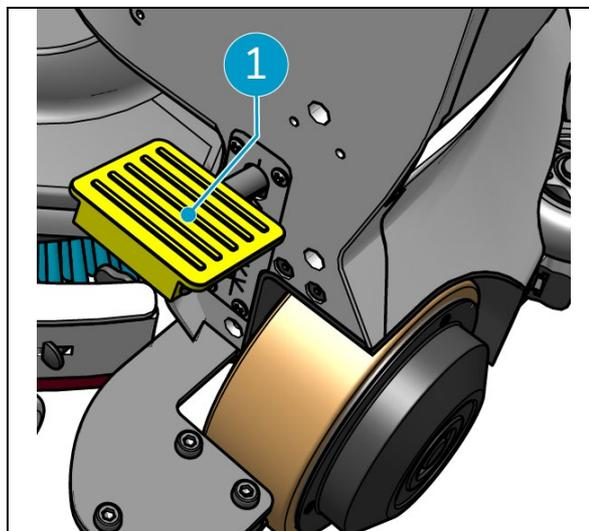

Figura 46
5. Pisar o pedal (Figura 46, pos. 1) na parte inferior da unidade principal para a separar da i-mop XL.